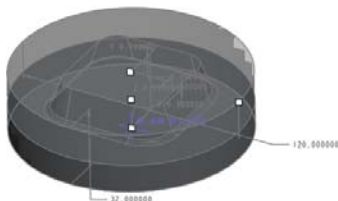

图 3.1.5 预览工件毛坯
Step2. 单击操控板中的  按钮, 然后在模型树中选取 **NC_ASM_DEF_CSYS** 以作为放置工件毛坯的原点, 此时图形区工件毛坯的显示如图 3.1.5 所示。单击操控板中的  按钮, 完成工件的创建。